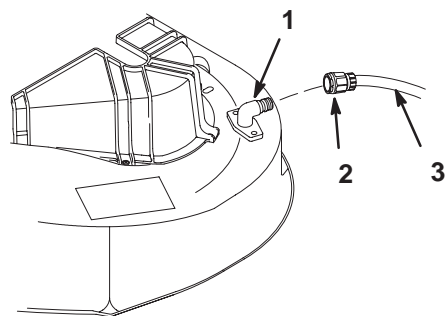

Bild 29
2. Schließen Sie eine Schlauchkupplung an den Spülanschluss des Mähwerks an und drehen das Wasser mit starkem Druck auf (Bild 29).